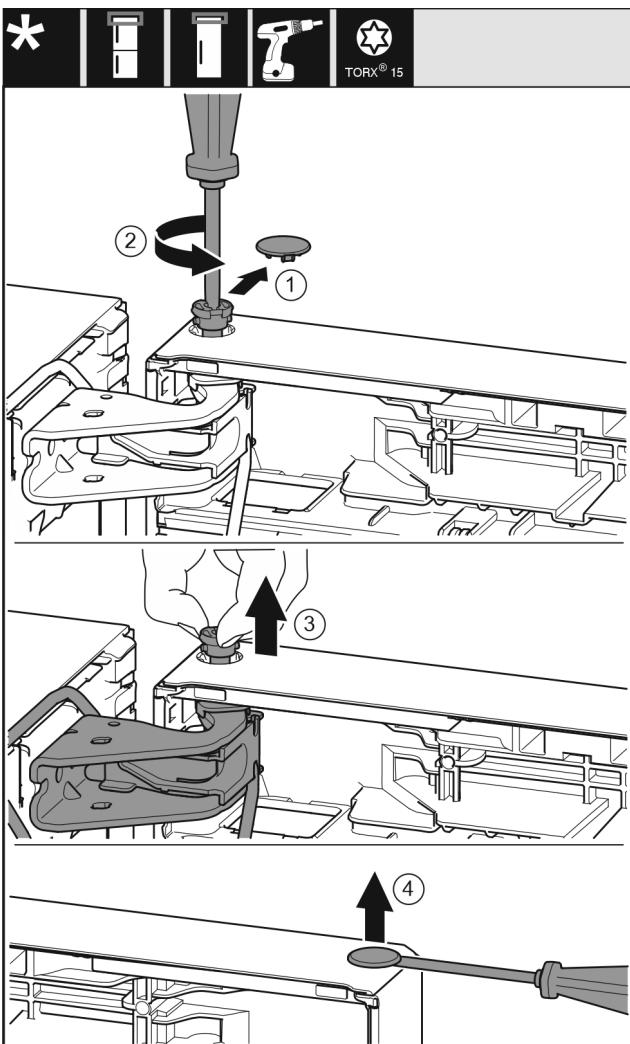

Fig. 10
- ▶ Opatrne vytiahnite poistný kryt. Fig. 10 (1)
- ▶ Skrutkovačom T15 trochu vyskrutkujte čap. Fig. 10 (2)
- ▶ Pevne držte dvere a čap vytiahnite prstami. Fig. 10 (3)
- ▶ Plochým skrutkovačom opatrne nadvihnite a vyberte zátku z puzdra ložiska dverí. Fig. 10 (4)